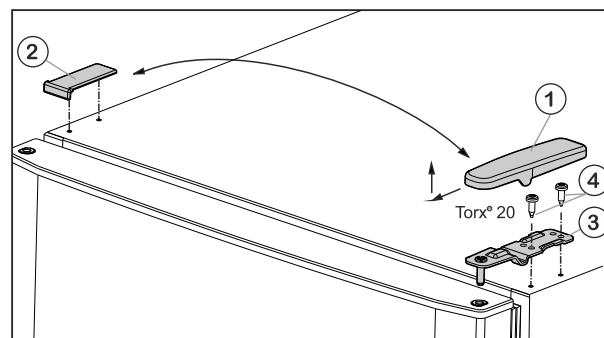

Fig. 6
- ▶ Pokrov Fig. 6 (1) snemite s potegom naprej in navzgor.
- ▶ Dvignite pokrov Fig. 6 (2).
- ▶ Odvijte zgornji ležajni podstavek *Fig. 6 (3)* (2-krat Torx® 20) *Fig. 6 (4)* in ga s potegom navzgor snemite.
- ▶ Zgornji ležajni podstavek *Fig. 6 (3)* vstavite na vrata na novi strani s tečajji.
- ▶ Zgornji ležajni podstavek **trdno (s 4 Nm)** privijte (2-krat Torx® 20) *Fig. 6 (4)*. Po potrebi uporabite akumulatorski izvijač.
- ▶ Pokrov *Fig. 6 (1)* na nasprotni strani od zunaj namestite in pripnite.
- ▶ Pokrov *Fig. 6 (2)* na nasprotni strani tudi od zgoraj namestite in pripnite.